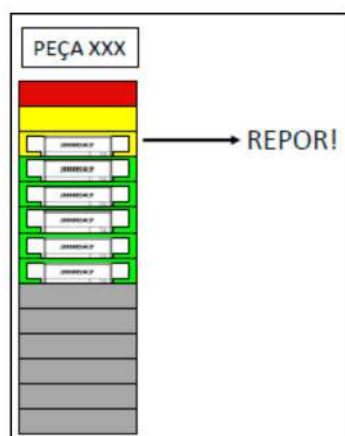

Figura 21 – Reposição por quantidade constante
- Reposição por quantidade constante (Figura 21):